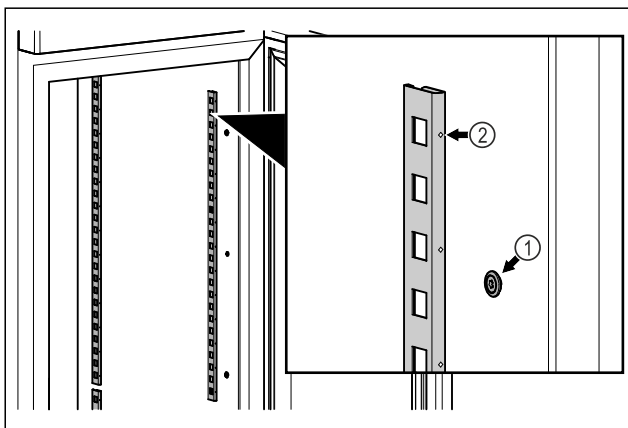

Fig. 56 Примерно изображение
- ▶ Закачете заключващите ленти в окачването Fig. 56 (1). Маркировката Fig. 56 (2) трябва да сочи напред.